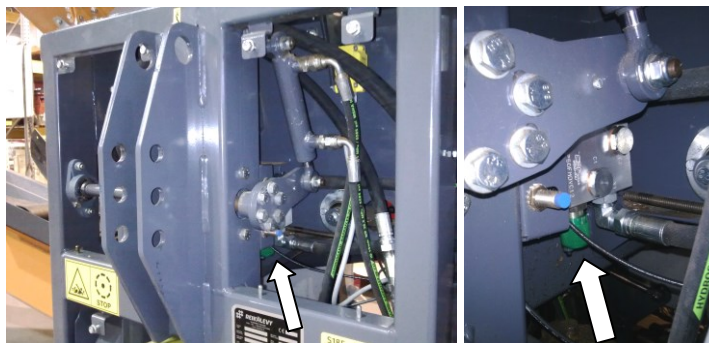

Bild 37. Justering av matarmattans hastighet
- Matarmattans hastighet justeras med ventilen på matarmattans motor (Bild 37).